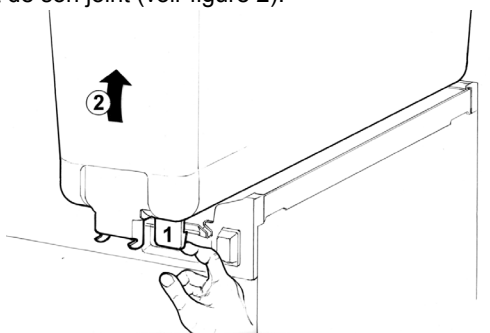

figure 2
- 2** Enlever le réservoir vide en le levant du côté antérieur et en le défilant de son joint (voir figure 2).